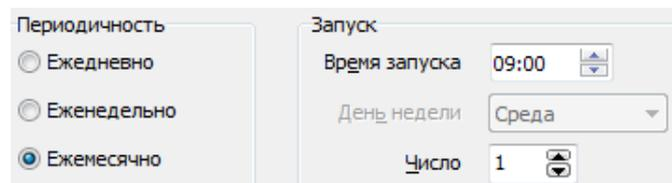

Рис. 4 Вкладка **Автоматический перенос данных в архив**, ежемесячный перенос
- *Ежемесячно*: в этом случае необходимо указать **Время запуска** и **Число месяца**, когда будет происходить перенос данных в архив (Рис. 4).